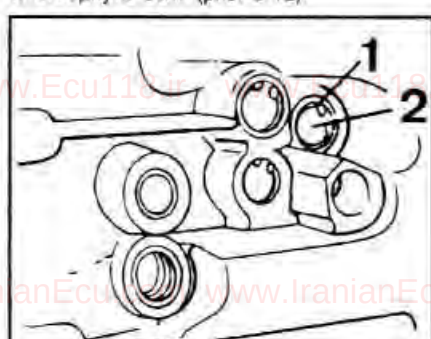

Рис. 5-7. Снятие пробки фиксатора штока выбора передач:
- Вынуть пробку фиксатора штока выбора передач, сняв стопорное кольцо (рис. 5-7).